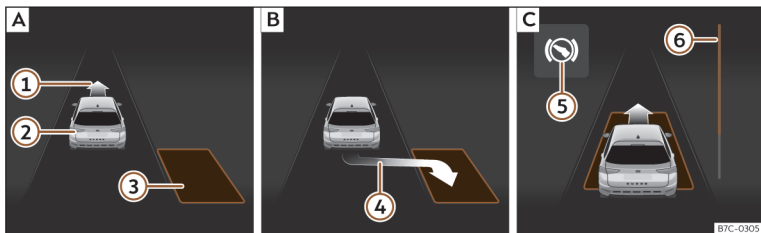
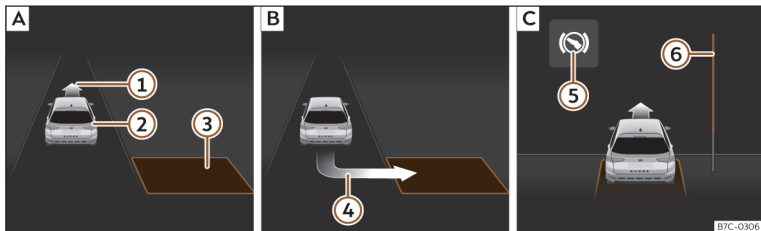

Fig. 134 Sur l'écran du combiné d'instruments : stationner en créneau. **A** : Chercher une place de stationnement. **B** : Position pour stationner. **C** : Manœuvrer.
Fig. 135 Sur l'écran du combiné d'instruments : stationner en bataille. **A** : Chercher une place de stationnement. **B** : Position pour stationner. **C** : Manœuvrer.
stationner >>> **fig. 134 B** ou >>> **fig. 135 B** a été atteinte. La place sera considérée comme « appropriée » si l'indication de stationnement (④) apparaît à l'écran du combiné d'instruments.
- Reculez jusqu'à ce que retentisse le signal continu du ParkPilot ; **OU** : reculez jusqu'à ce que l'indication de passer en marche avant >>> **fig. 134** [C] ou >>> **fig. 135** [C] apparaisse à l'écran du combiné d'instruments ; **OU** : reculez jusqu'à ce que le message **Park Assist terminé** apparaisse à l'écran du combiné d'instruments. La barre de progression ⑥ indique la distance à parcourir.
- Appuyez sur la pédale de frein jusqu'à ce que le système de stationnement assisté ait fini de réaliser les braquages du volant ; **OU** : jusqu'à ce que le symbole ⑤ s'éteigne sur l'écran du combiné d'instruments.
- Reculez jusqu'à ce que retentisse le signal continu du ParkPilot ; **OU** : avancez jusqu'à ce que l'indication de passer en marche arrière apparaisse sur l'écran du combiné d'instruments. Le système de stationnement assisté dirige le véhicule en marche avant et en marche arrière jusqu'à ce qu'il soit centré sur la place >>> **fig. 134** [C] ou >>> **fig. 135** [C].
La barre de progression >>> **fig. 134** ⑥ et >>> **fig. 135** ⑥ affiche symboliquement la distance relative qu'il reste à parcourir sur l'écran du combiné d'instruments. Plus la distance est grande, plus la barre de progression est remplie. En circulant en marche avant, le contenu de la barre de progression diminue vers le haut, et en circulant en marche arrière, il diminue vers le bas.